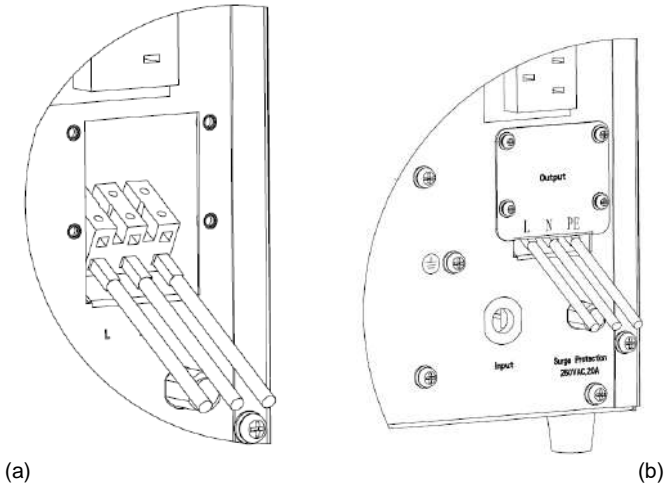

Fig.3 Morsetti di uscita del 3KVA
- 2). Fissare i cavi ai morsetti come in fig.3(a)
4). Riposizionare la cover come in fig.3(b).